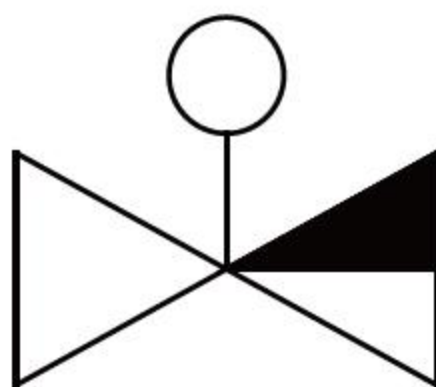

图4-155 编辑结果
- 04 依次单击【确定】按钮，即可编辑图案填充，最终图形效果如图4-155所示。